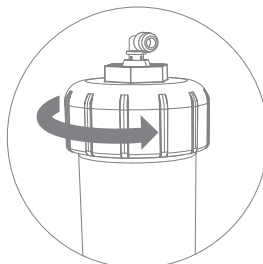
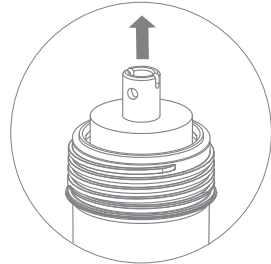

Рис. 28
Рис. 29
4. Открутите крышку корпуса (рис. 28), извлеките отработанную мембрану (рис. 29).